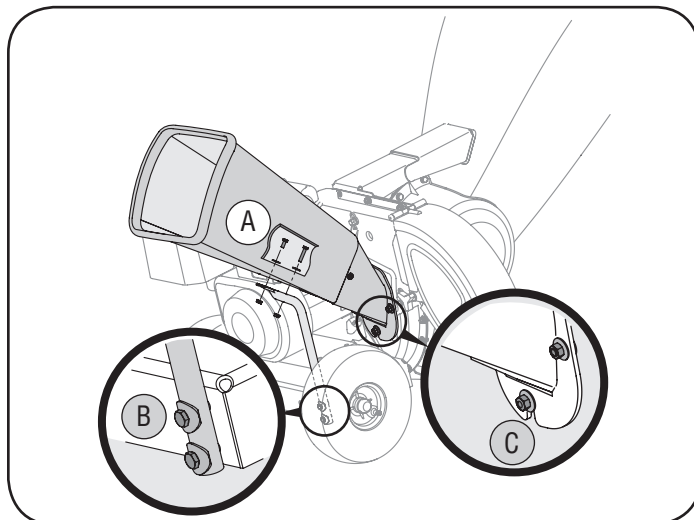

Figura 7
4. A. Ponga en línea los agujeros del canal con los agujeros de la parte superior de la traba y una la misma al canal de la cortadora con los elementos de ferretería previamente retirados. Las arandelas llanas deberían ser colocadas bajo las cabezas de cerrojo y contra la superficie interior del plástico chipper tolva. Ajuste bien. Vea la Figura 7.